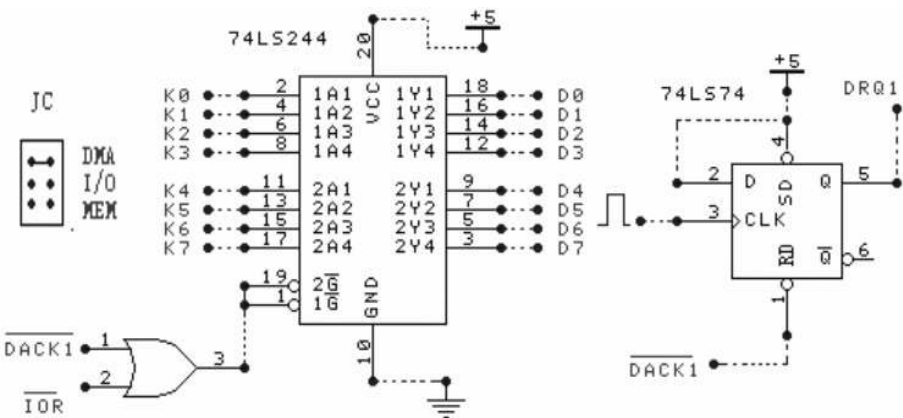

图 2-24
4、用通用插座按图2-24连接好电路（74LS74利用实验台上的D触发器）。编程在主机内存缓冲区60000H, 偏移量为0的位置开辟数据缓冲区, 使用Demand Mode DMA方式从外设向内存传送8个数据并存入数据缓冲区, 编程不断显示缓冲区的数据。
5、利用上图2-24的电路。编程在主机内存缓冲区60000H, 偏移量为0的位置开辟数据缓冲区, 使用Demand Mode DMA方式从外设向内存传送8个数据并存入数据缓冲区, 编程不断显示缓冲区的数据, 并设置DMA传送结束产生硬件中断的方法, 使DMA传送结束后显示提示。